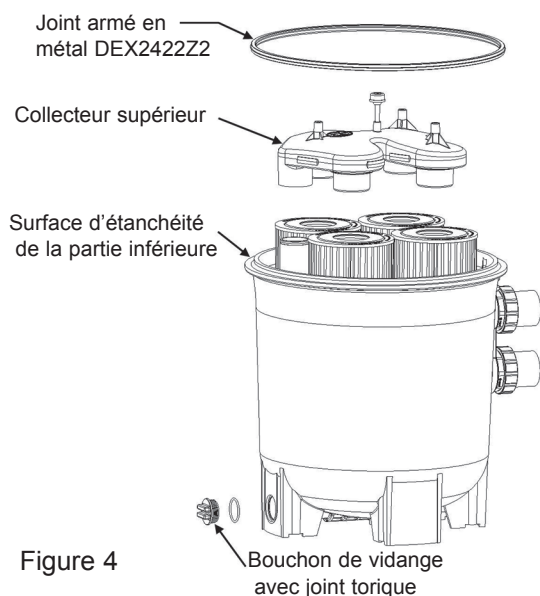
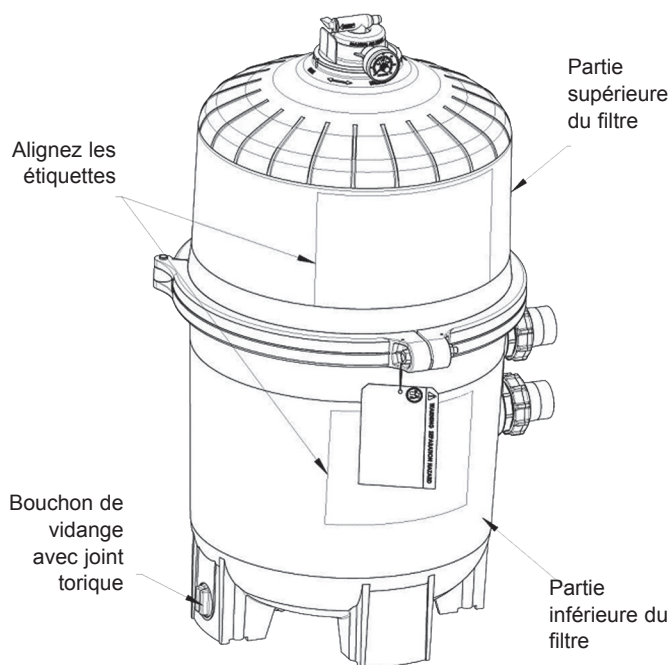

Figure 4
Figure 5
2. Vérifier que le bouchon de vidange soit bien fermé. Remarque : le bouchon du filtre doit être doté d'un joint torique. (Cf. Fig. 4)
4. Retirez le bouchon de vidange du filtre (FIG. 4) et vidangez l'eau du filtre.
1. Retirez le collecteur supérieur, qui est exposé quand le corps de filtre supérieur est retiré (Fig. 4).
2. Avec un chiffon propre, essuyez la surface d'étanchéité de la partie inférieure du filtre. (Fig. 4) N'utilisez pas de produit solvant.
1. Placez le joint armé en métal sur la partie inférieure du filtre (Fig. 4). Placez la partie supérieure du filtre sur le joint armé en métal Hayward DEX2422Z2 et sur la partie inférieure du filtre dans une position dans laquelle l'ensemble des étiquettes d'utilisation et de sécurité sont clairement visibles et la partie supérieure est parfaitement centrée par rapport à la partie inférieure du filtre. (FIG. 5)
2. Remplacez le collier de serrage autour du filtre. Tenez les extrémités du collier de serrage de manière à les positionner à côté des étiquettes d'utilisation et de sécurité du filtre. (Fig. 5.)